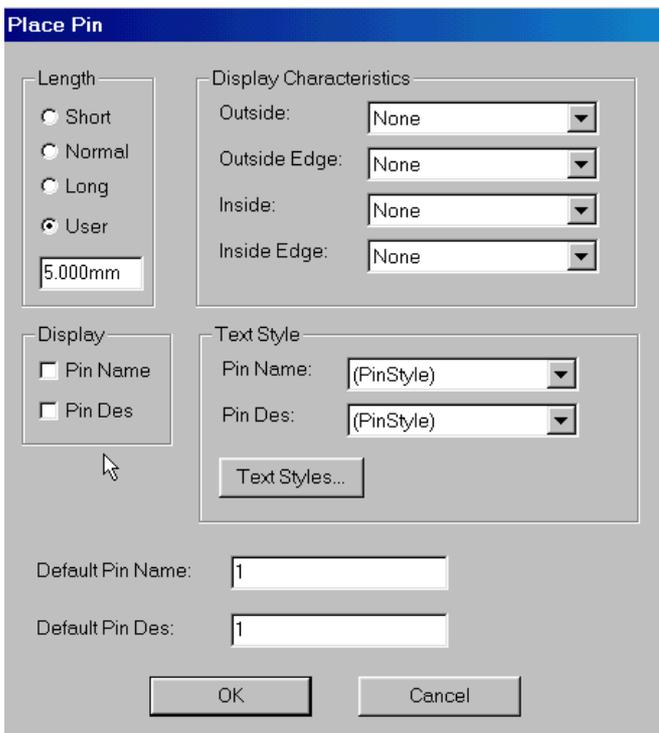

Рис. 5-5. Установка параметров вывода
2) На появившейся панели **Place Pin** в рамке *Length* (длина) установите флажок *User* (пользовательский) и задайте длину вывода равной 5 мм, как показано на рис. 5-5.